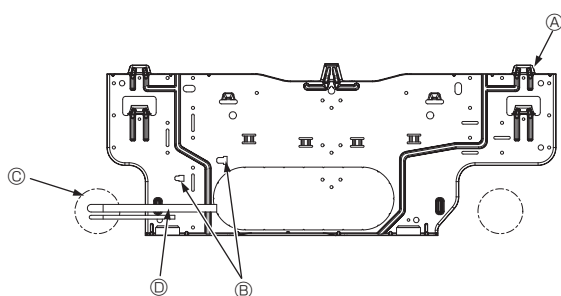

Fig. 3-5
- Ⓓ Fikskerskruer (4 × 25) ②
- Ⓕ Monteringsplade ①
3.3. Ved indbygning af rør i muren (Fig. 3-5)
- Ⓐ Monteringsplade ①